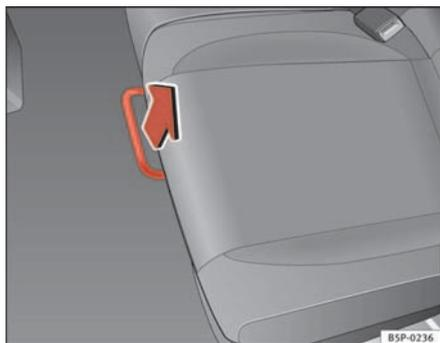

Fig. 96 Barre de déverrouillage de la banquette arrière
- Sur la position assis, déverrouiller le levier dans le sens de la flèche ⇒ page 137, fig. 96.